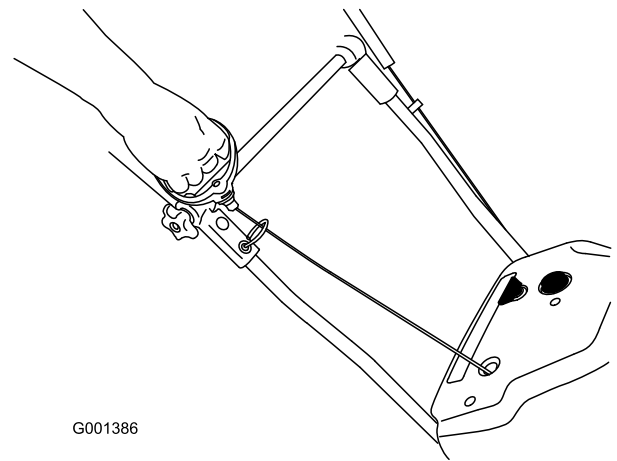
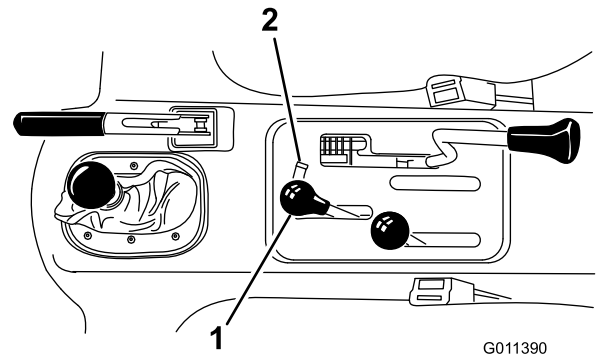

Figure 14
Figure 15
1. Sur les véhicules jusqu'au numéro de série 239999999, amenez la poignée de la valve hydraulique à distance (Figure 14) en position de flottement et sur les véhicules à partir du numéro de série 240000001, déplacez le levier de relevage hydraulique (Figure 15) en arrière et en avant pour supprimer la pression du système et faciliter le débranchement des raccords rapides.